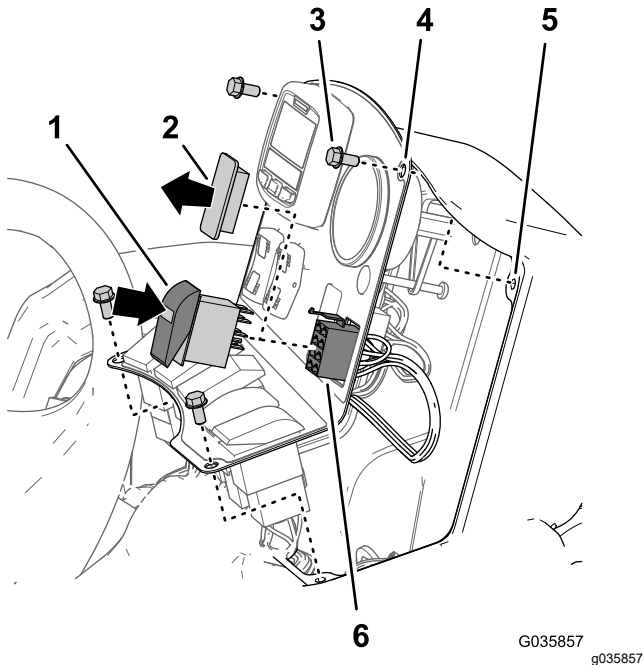

Figura 35
1. Se instalados, retire os quatro parafusos de cabeça flangeada (¼ pol. x ½ pol.) que prendem o painel de controlo à consola, como se mostra na Figura 35.
2. Retire a tomada do interruptor do painel de controlo da consola (Figura 35).
3. Ligue o conector de 8 tomadas do kit de acabamento Ultra Sonic Boom através da abertura no painel de controlo (Figura 35).
4. Ligue o conector de 8 tomadas do kit de acabamento Ultra Sonic Boom identificado SONIC MODE MANUAL VS. AUTO (modo Sonic manual vs. auto) ao interruptor oscilador (Figura 35).
5. Insira o interruptor oscilador na abertura do painel de controlo até o interruptor ficar bem preso (Figura 35).
6. Alinhe os orifícios no painel de controlo com os orifícios na parte superior da consola (Figura 35).
7. Instale o painel na consola com os 4 parafusos (Figura 35) que removeu no passo 1.